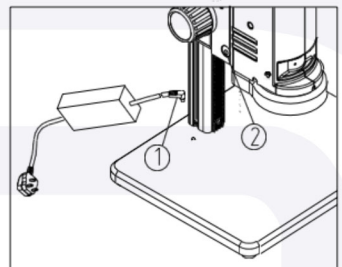

Abb.3
Stecken Sie den Netzstecker (1) in die Buchse am Mikroskopstativ (2) und schließen Sie das Mikroskop an den Strom an. Das Gerät ist nun eingeschaltet. (Siehe Abb. 3)